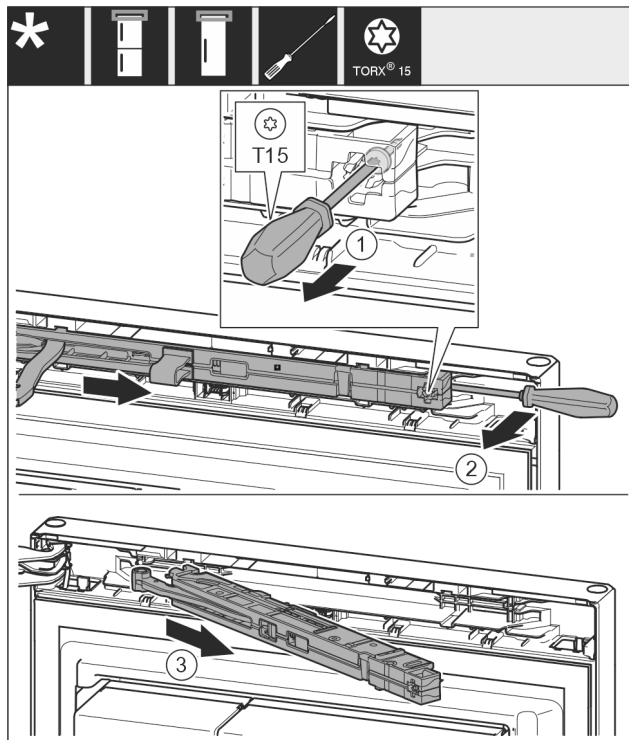

Fig. 11
- Šroub na jednotku tlumiče zavírání povolte šroubovákem T15 o cca 14 mm. Fig. 11 (1)
- Šroubovákem na straně madla zajedte za jednotku tlumiče zavírání a otočte jednotku dopředu. Fig. 11 (2)
- Vytáhněte jednotku tlumiče zavírání. Fig. 11 (3)